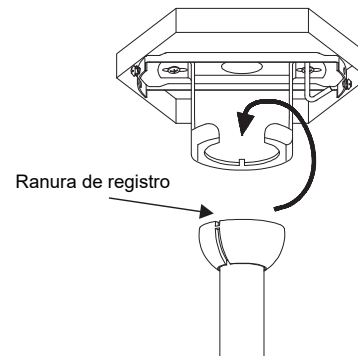

Fig. 7
Paso 7. Coloque la bola del vástago de extensión en el casquillo del montaje colgante (**Fig 7**).
Gire el ensamblaje completo hasta que la “pestaña de verificación” haya caído en la “ranura de registro” y se haya asentado con firmeza. (**Fig. 7**)